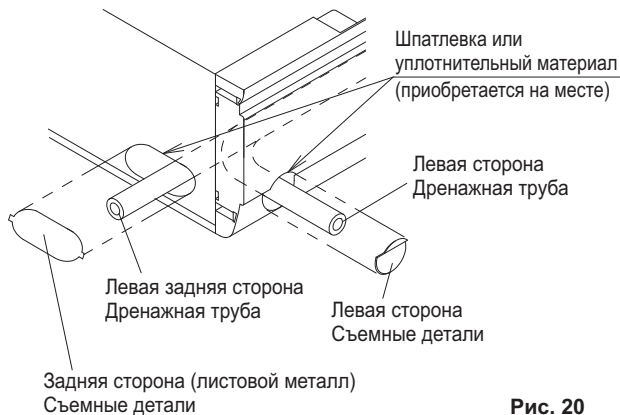

Рис. 20
- (1) Выполните установку дренажного трубопровода.
- Дренажный трубопровод допускается подсоединять следующим образом: Для правой задней/правой стороны см. рис. 18 в разделе "6. РАБОТЫ С ТРУБОПРОВОДОМ ДЛЯ ХЛАДАГЕНТА" а для левой задней/левой стороны см. рис. 20.